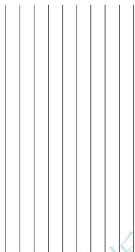

图 4.100 绘制垂直构造线
(1) 将【辅助】图层设置为当前层, 打开【正交】功能并选择菜单栏中的【绘图】|【构造线】命令。
① 在 **XLINE 指定点或 [水平(H)/垂直(V)/角度(A)/二等分(B)/偏移(O)]**: 提示下, 在绘图区域任意位置单击。
② 在**指定通过点**：提示下，将光标垂直向下拖动，形成垂直线后单击。这样就绘出一条垂直构造线。
(2) 用**【阵列】**命令生成其他垂直构造线，参数设为 1 行、10 列、列偏移距离 300mm，结果如图 4.100 所示。